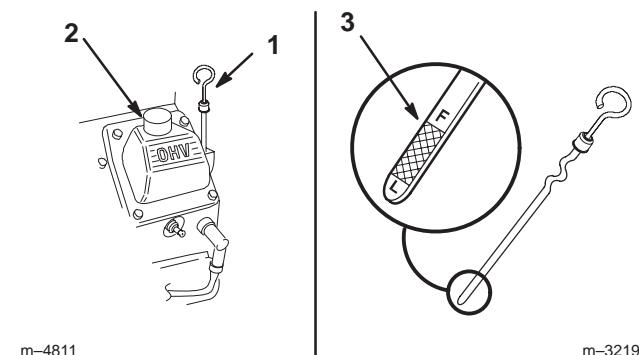

Figure 37
2. Nettoyez la surface autour de la jauge d'huile (Fig. 37) pour éviter que des impuretés ne s'introduisent dans le goulot de remplissage, ce qui risquerait d'endommager le moteur.
3. Sortez la jauge d'huile et essuyez soigneusement l'extrémité métallique (Fig. 37).
4. Enfoncez la jauge complètement dans le goulot de remplissage. Sortez de nouveau la jauge et examinez l'extrémité métallique (Fig. 37). Si le niveau est bas, versez lentement une quantité d'huile suffisante dans le goulot de remplissage pour amener le niveau au repère du plein (F).
5. Versez lentement environ 80% de la quantité d'huile spécifiée dans le goulot de remplissage (Fig. 37) (voir Changement de l'huile moteur et du filtre, page 34).